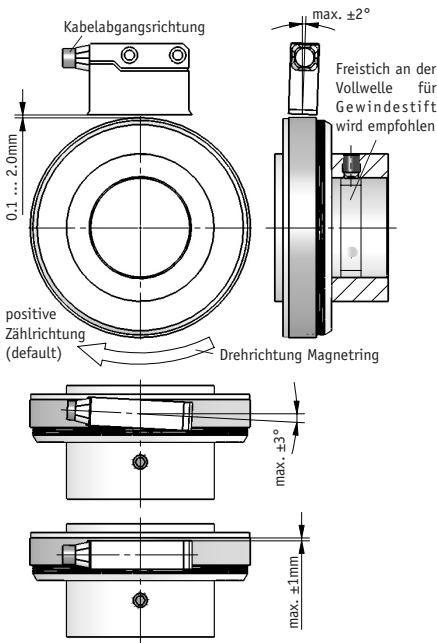

Abb. 8: Montagetoleranzen
- Ein Wellenfreistich entsprechend Abb. 8 wird empfohlen.